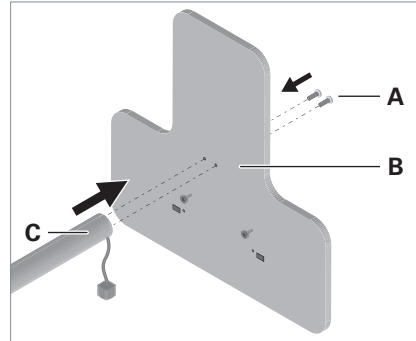

Fig. 1: Monter le bras vertical.
- Fixer le bras vertical **C** avec les vis livrées **A** sur le pied du luminaire **B**, voir Fig. 1.